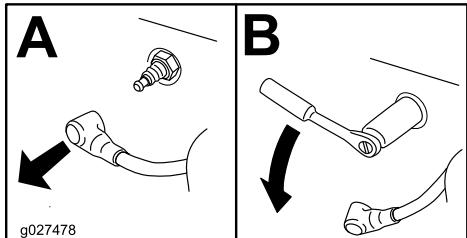

Figure 46
4. Localisez et déposez la ou les bougies, comme montré à la Figure 46.